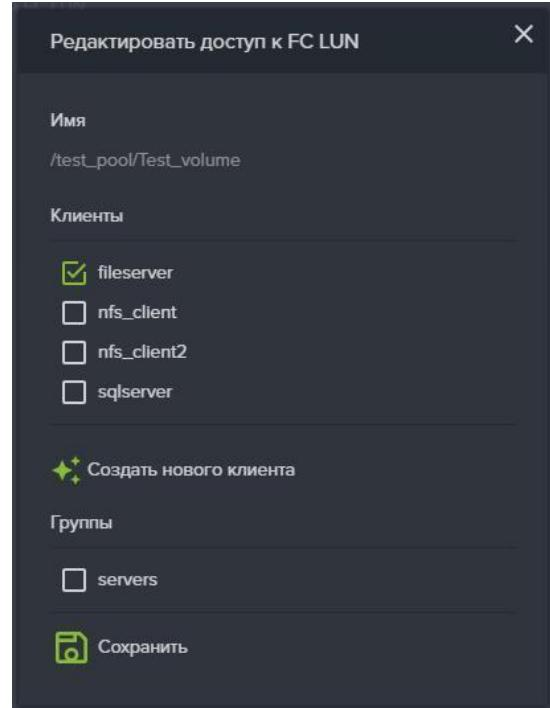

Рисунок 80. Редактировать доступ к FC луну
3. Нажмите на кнопку «Редактировать доступ», откроется окно: Редактировать доступ к FC LUN. (см. Рисунок 80)